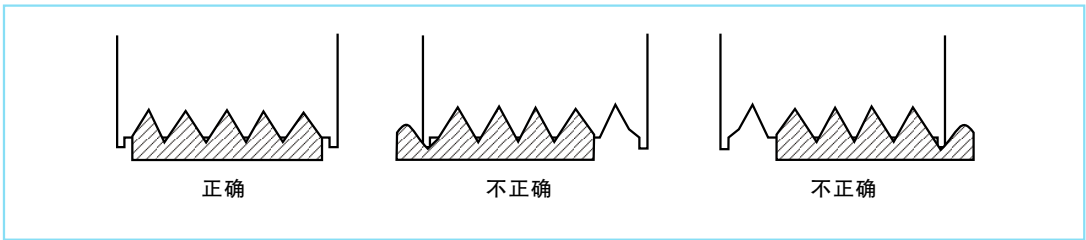

图8-19 压缩机皮带检查
(2) 在夏季正常使用情况下（一般高压压力 $\geq 1.451\text{MPa}$ ）、开动冷气后注意风扇应立即运转。
(3) 检查空调压缩机皮带
① 检查压缩机皮带的安装是否正确。（如图8-19）